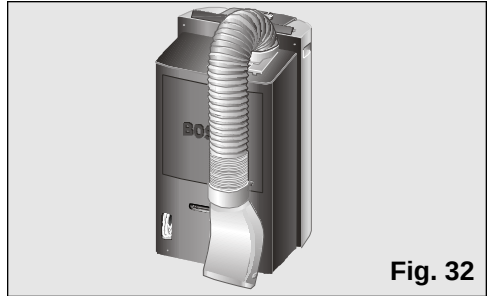

Fig. 32
- ☐ Para isso dobra-se o tubo para a parte traseira do equipamento, prendendo-o na fixação do difusor, Fig. 32 e 33.